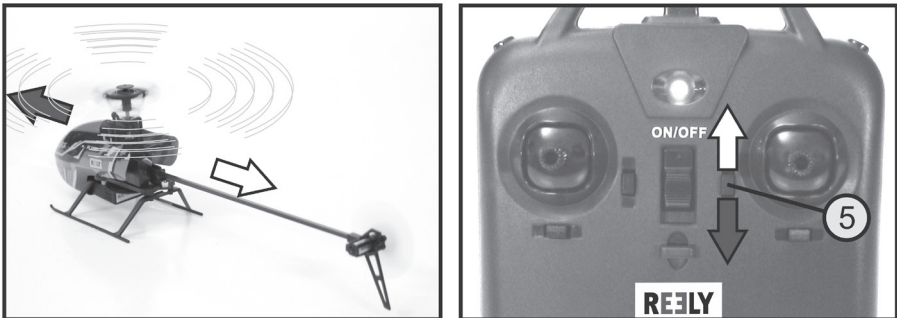

Figure 16
Si vous voulez que l'hélicoptère vole vers l'avant, appuyez sur le bouton de trim pour la fonction Tangage (voir aussi figure 1, pos. 5) vers le bas. Maintenez la touche enfoncée jusqu'à ce que le modèle ne tende plus à voler vers l'avant (voir les flèches sombres à la figure 16).
Si l'hélicoptère vole automatiquement vers l'arrière, le bouton de trim pour la fonction Tangage doit être poussé vers le haut (voir les flèches claires de la figure 16).